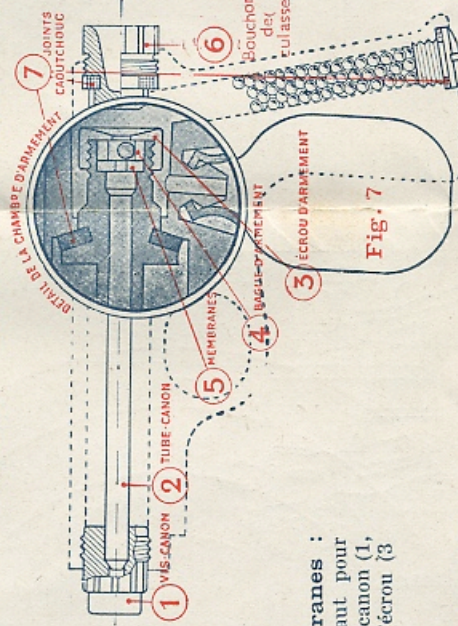

Fig. 7
- **FONCTIONNEMENT** : Dans une chambre étanche (v. fig. 7 ci-dessous) reliée à une poire en caoutchouc se trouve une réserve de petits plombs. Basculez le pistolet en avant, les plombs tombent dans la chambre d'armement et l'un d'eux s'engage dans la bague n° 4. Une légère pression sur la poire, ce plomb vient coller sur le trou (plus petit en diamètre) de la membrane élastique. Continuos la pression des doigts sur la poire, la membrane cède, le plomb part et ce, d'autant plus loin que la résistance de cette membrane est plus grande. La variation de cette résistance est obtenue par addition de membranes supplémentaires (voir réglage de la portée).
- Placer le nombre voulu de membranes (5. Fig. 7).